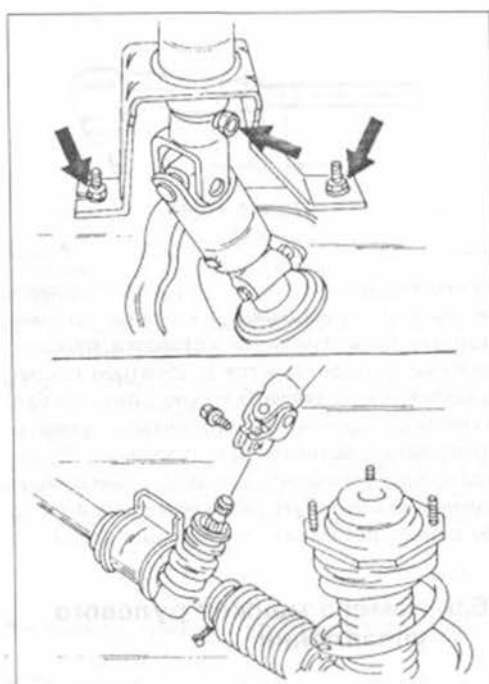

Рис.213.
На рис.213 показан верхний болт со стрелкой. Соединение на нижнем конце показано на нижнем виде.
- Отвинтить обе гайки нижнего крепления колонки рулевого управления от кузова (рис.213) и освободить верхнюю серьгу колонки на панели управления.